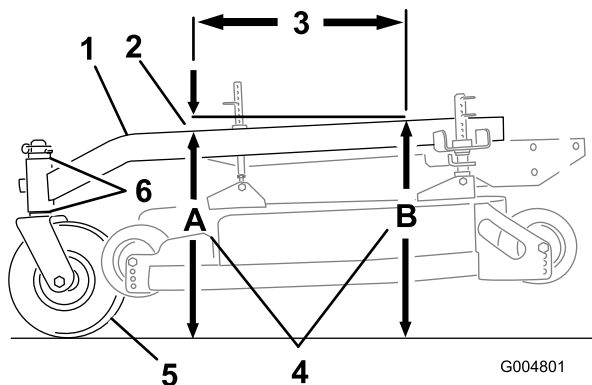

Figure 57
L'inclinaison avant/arrière du bâti porteur doit être comprise entre 3 mm et 9 mm sur 61 cm de sa longueur (Figure 57).
1. Mesurez 61 cm sur le bâti porteur (Figure 57).
2. Mesurez la hauteur du bâti porteur au point A (Figure 57).
3. Mesurez la hauteur du bâti porteur au point B (Figure 57).
4. La hauteur au point A doit être inférieure de 3 à 10 mm par rapport au point B (Figure 57).
5. Si ce n'est pas le cas, déplacez les entretoises des roues pivotantes de manière à obtenir l'inclinaison voulue de 3 à 10 mm (Figure 57). Déplacez